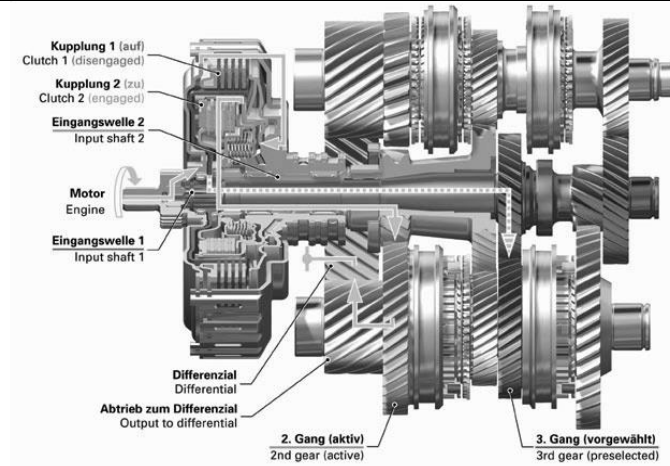
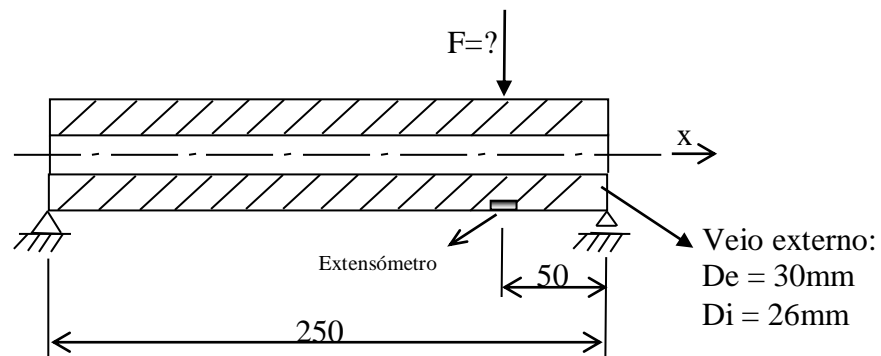

Figura 1. Corte esquemático de caixa DSG
Figura 2. Veio externo e carregamento de flexão
4.5. A figura 1 representa em corte esquemático uma caixa de velocidades de dupla embraiagem do tipo Borg-Warner/DSG. No sentido de otimizar o peso vai ser estudado um novo desenho para o veio externo, recorrendo a um aço de liga de resistência superior (AISI9260: $\sigma_{rot}=800\text{MPa}$; $\sigma_{ced}=470\text{MPa}$; $E=200\text{GPa}$). Este veio está submetido a um momento de torção máximo de 400Nm e o carregamento de flexão crítico ocorre para engrenagem que transmite a força de flexão F como indicado na figura 2. Considere ainda que o veio externo está simplesmente apoiado.
- a) Para determinar com fiabilidade a carga F aplicada foi colocado num protótipo um extensómetro, à superfície do veio, orientado na direcção x (ver figura 2). O valor máximo de deformação obtido foi de $1200\mu\text{str}$. Considerando as propriedades do material do veio, determine o valor da carga F aplicada.